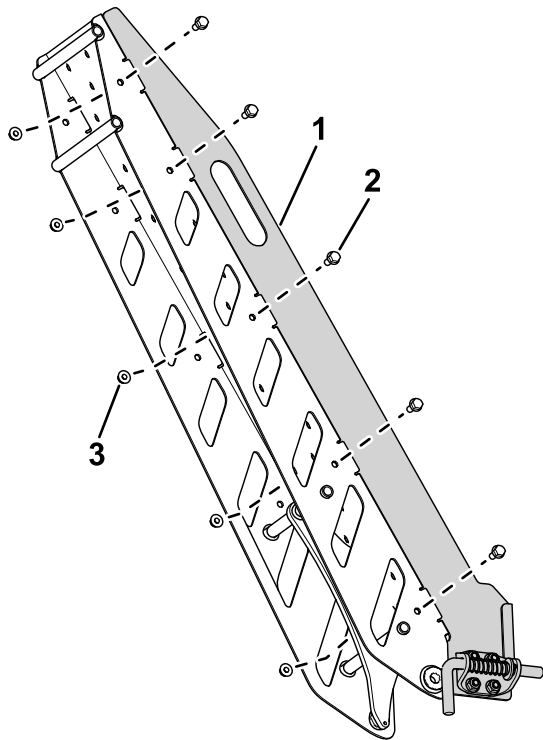

Bild 10
2. Verwenden Sie 10 Schrauben (5/16" x 3/4") und 10 Sicherungsmuttern (5/16"), um die Führungsplatte an der Rampenbaugruppe zu befestigen (Bild 10).